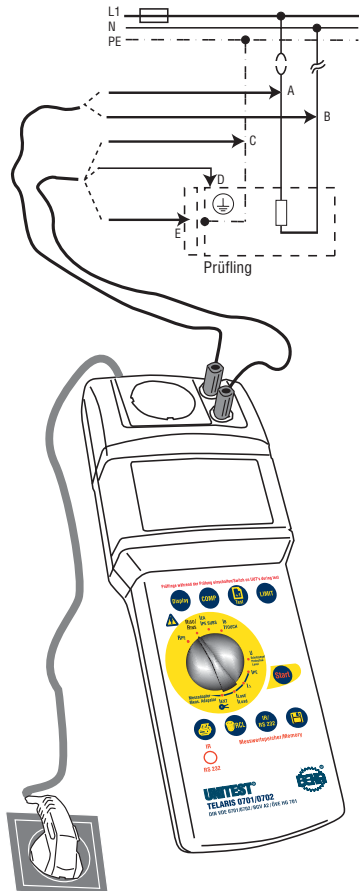

Bild 6.7: Messung des Isolationswiderstandes bei fest angeschlossenen Geräten oder Geräten ohne Netzstecker
- ▶ Schließen Sie den UNITEST TELARIS 0701/0702 mit dem Netzanschlusstecker (1) an eine funktionstfähige und ordnungsgemäß angeschlossene Schutzkontakt-Netzsteckdose an.
- ▶ Stellen Sie den Drehschalter 'Messfunktion' (15) auf die Schalterstellung 'RISO'.
- ▶ Stellen Sie mittels der Taste LIMIT (7) den Grenzwert für den Isolationswiderstand ein, Grenzwerte siehe Tabelle 1.
- ▶ Verbinden Sie den PE-Anschluss des Prüflings mit der blauen Buchse 'PE' (5), entsprechend C in Bild 6.7.
- 🔊 Bei Geräten der Schutzklasse II oder III und berührbare leitfähige Teile von Geräten der Schutzklasse I, die nicht mit dem Schutzleiter verbunden sind, verbinden Sie zusätzlich die Buchse 'PE' (5) mit allen berührbaren leitfähigen Gehäuseteilen des Prüflings entsprechend D, E in Bild 6.7.
- ▶ Verbinden Sie die Buchse 'L/N' (4) mit allen aktiven Anschlüssen des Prüflings entsprechend A, B in Bild 6.7.
- ▶ Drücken Sie die Taste „Start“ (9). Das blinkende Symbol für die Messeinheit im Display signalisiert den aktuellen Messvorgang.
- ▶ Lesen Sie den Messwert von der LC-Anzeige (6) ab. Das Symbol 'LIMIT' (21) zeigt bei eingeschalteter Grenzwertanzeige eine Unterschreitung des Grenzwertes an.